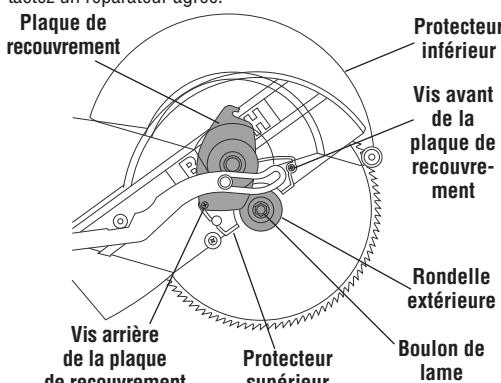

Figure 1. Dépose de la lame
2. Desserrez, mais n'enlevez pas complètement, les deux vis de la plaque -couvercle (avant et arrière). (Figure 1)
3. Soulevez le capot inférieur et la plaque-couvercle de manière à pouvoir accéder au boulon de lame (Figure 1).
5. Placez l'équerre combinée sur la table et appuyez-la contre la lame. (voir figure 1)